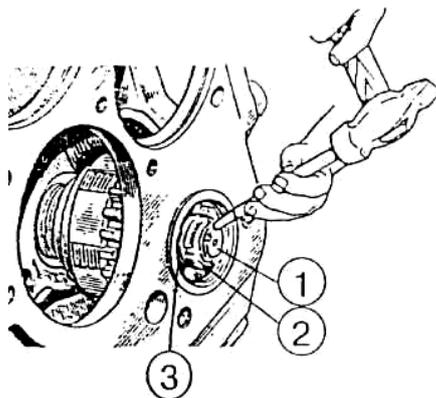

Рисунок 5.52
- 4.2) откерните поясок гайки (2) (рисунок 5.52), зафиксируйте от проворачивания вал (1), отвинтите гайку (2) и снимите стопорную шайбу (3);